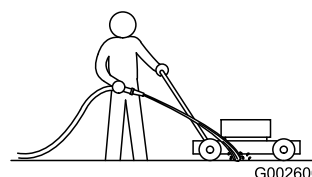

Figure 51
2. Mettez le moteur en marche et engagez la lame puis dirigez un jet d'eau devant la roue arrière **droite** (Figure 51).